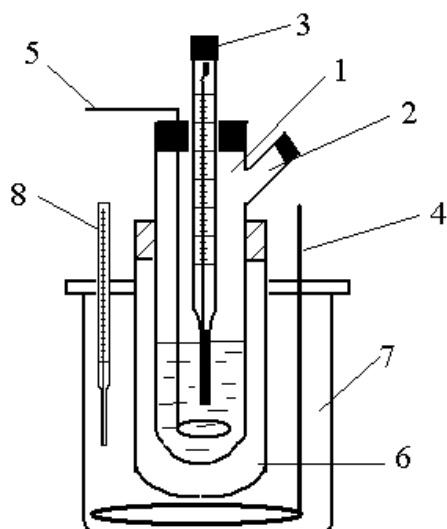

Рис. 3 – Прибор Бекмана.
1. Подготовить прибор Бекмана (рис.3) к работе. Для этого проверяют сухость и чистоту пробирки 1, заполняют криостат охлаждающей смесью (снег с солью).